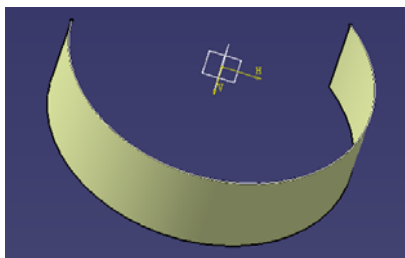
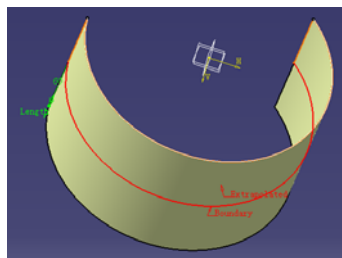

图 9-18
图 9-19
(3) 用 xy plane → Sketcher → Arc → Exit → Extrude 画曲面如图 9-18, 点击 , Boundary 栏中用鼠标选曲面底线, Extrapolated 栏中用鼠标选曲面, length 设为 60mm, 其结果见图 9-19。